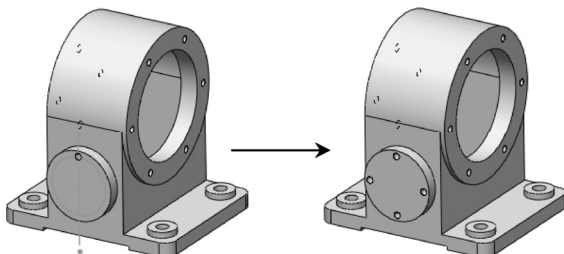

图 3-127 阵列孔效果
STEP 4 与前面的操作相同，在离圆心 25mm 的竖直位置创建 M6 螺纹孔，螺纹深度为 8mm，并执行圆周阵列操作，阵列个数为 4，效果如图 3-127 所示。